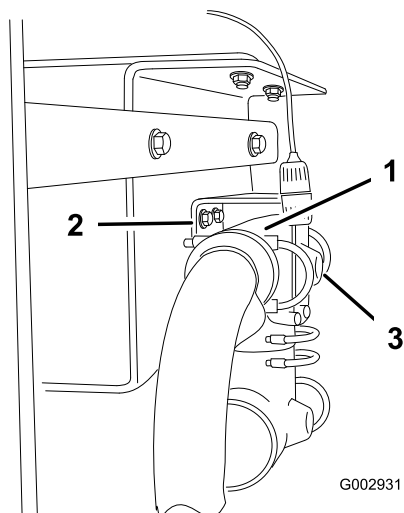

Figura 18
6. Togliete gli elementi di fissaggio che ancorano il raccordo a T dietro la valvola di alimentazione della barra, in modo che il raccordo a T si stacchi e penda sul flessibile (Figura 18).
7. Praticate con cautela un foro (diam. 1/4 poll.) sulla parte anteriore dell'orifizio, sul retro del raccordo a T (Figura 18).